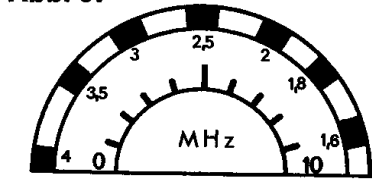

Abb. 38
2. Suche mit dem großen Skalenknopf einen schwachen Sender bei 1,6 MHz (s. Skala Abb. 38).